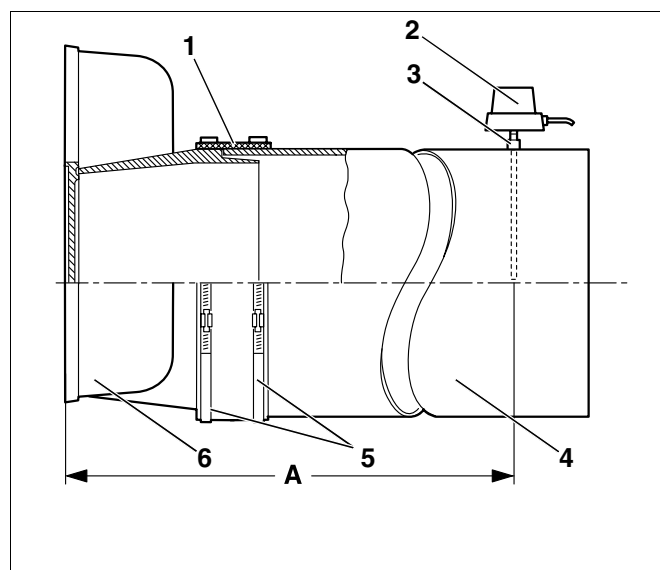

Рис. 59 Подсоединение дымовой трубы
Мы рекомендуем установить уплотнительную манжету (рис. 59, поз. 1) для соединения котла с дымовой трубой.
- Вставить дымовую трубу (рис. 59, поз. 4) до упора (рис. 59, поз. 6) на патрубок сборного коллектора дымовых газов.
- Уложить уплотнительную манжету (рис. 59, поз. 1) внахлест на дымовую трубу (рис. 59, поз. 4) и патрубок сборного коллектора (рис. 59, поз. 6).
- Надеть хомуты (рис. 59, поз. 5) на уплотнительную манжету (рис. 59, поз. 1). Один хомут (рис. 59, поз. 5) установить на патрубке коллектора (рис. 59, поз. 6), другой – на дымовой трубе (рис. 59, поз. 4).
- Затянуть хомуты (рис. 59, поз. 5). Манжета (рис. 59, поз. 1) должна плотно и ровно прилегать к трубам.
- Приварить к дымовой трубе (рис. 59, **поз. 4**) муфту (рис. 59, **поз. 3**) на расстоянии (А) от сборного коллектора (рис. 59, **поз. 6**) равном двум диаметрам дымовой трубы.
- Датчик температуры дымовых газов (рис. 59, **поз. 2**) устанавливается в соответствии с отдельной инструкцией по монтажу.